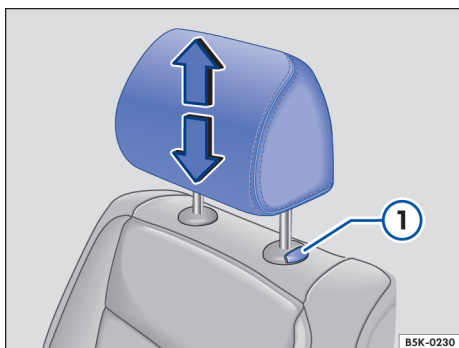
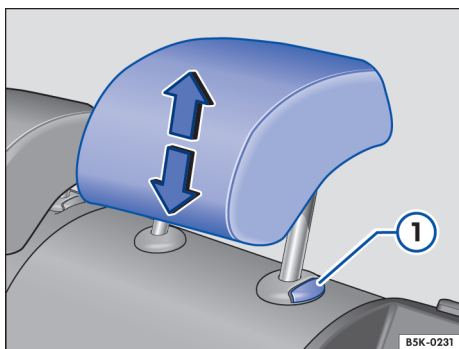

图 55 调整前排座椅头枕
图 56 调整后座头枕
- 沿箭头方向上推或向下压头枕，必要时按住按钮 → 图 55 ① 或 → 图 56 ① → ▲，在主题引言中，见第 55 页。